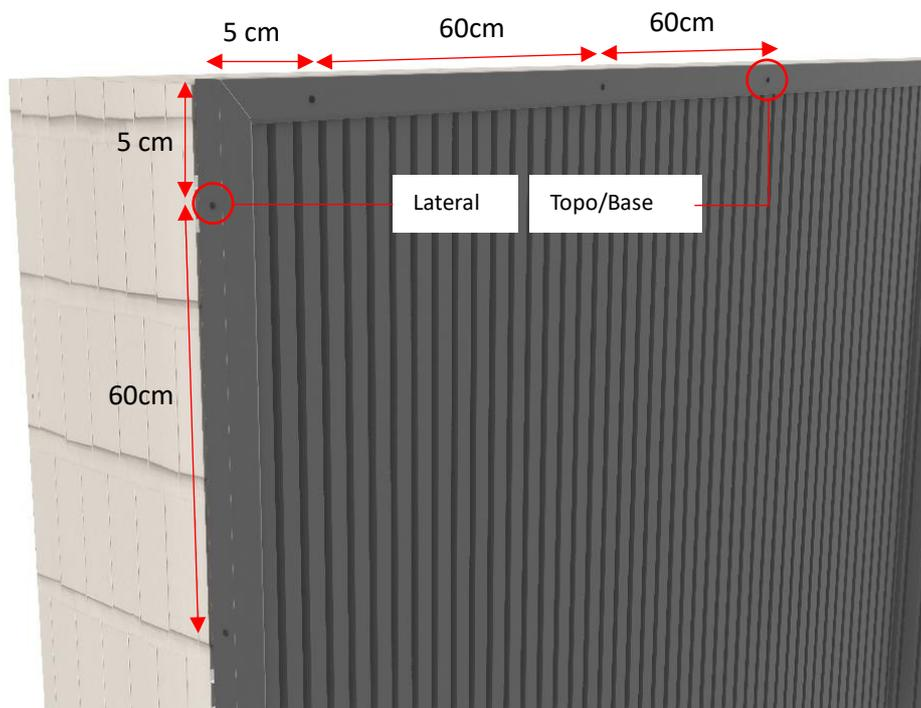

Figura 9
a) Para acabamento nas bordas do painel é indicado o uso do perfil de acabamento cantoneira de WPC . Pré furar a cantoneira e escarear para encaixar a cabeça do parafuso ST4.2*30.5, manter uma distância média de 5 cm das pontas e 60 cm entre parafusos, seguir as orientações da figura 9.